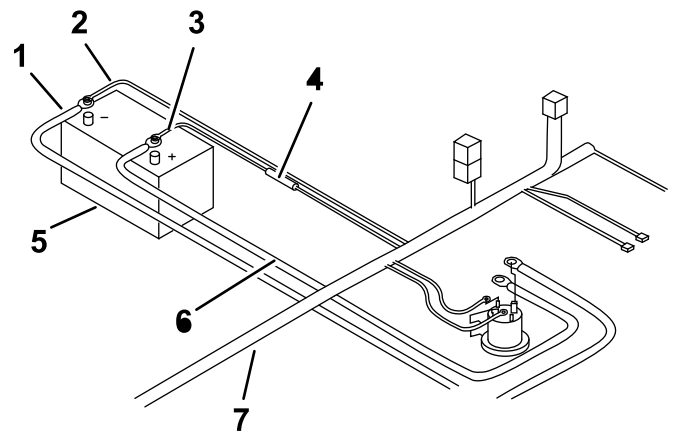

Figure 14
15. Reliez le câble d'alimentation/de masse noir à la borne négative (-) de la batterie (Figure 14).
16. Reliez le fil marron à la borne négative (-) de la batterie (Figure 14).
17. Branchez l'extrémité libre du câble de batterie à la borne positive (+) de la batterie (Figure 14).
18. Branchez le fil rouge protégé par fusible à la borne positive (+) de la batterie (Figure 14).